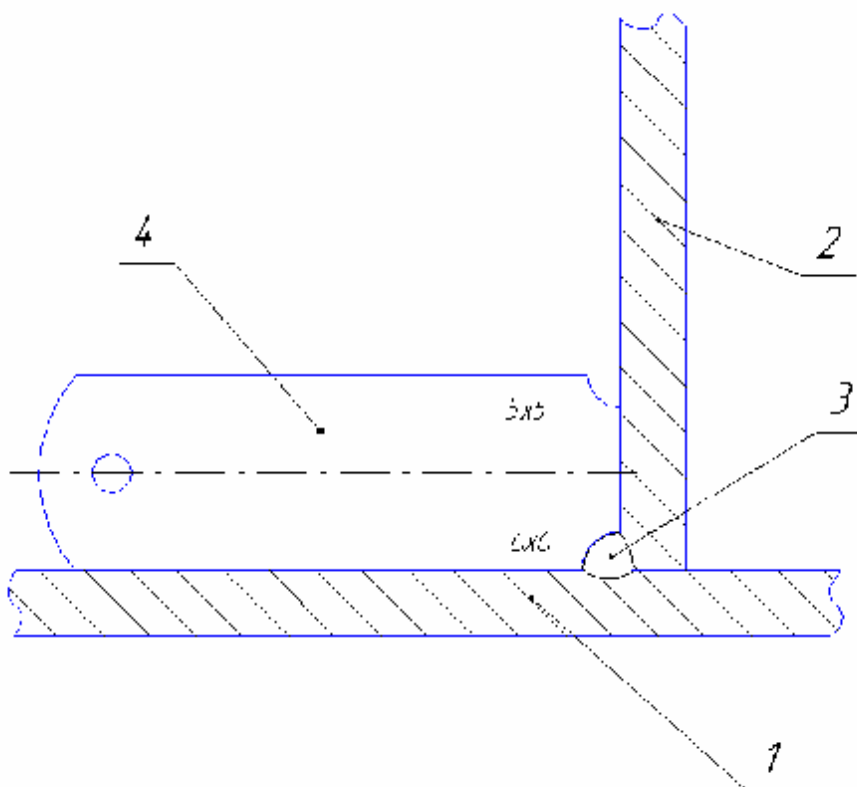

Рисунок 2 –Определение размеров сварного шва с помощью набора катетометров сварщика КМС-3-16
6.4 Проверка катетов осуществляется (рисунок 2) приложением одного из катетометров 4 набора к сварному шву 3, соединяющему детали 1 и 2 и в определении размеров сварного шва.